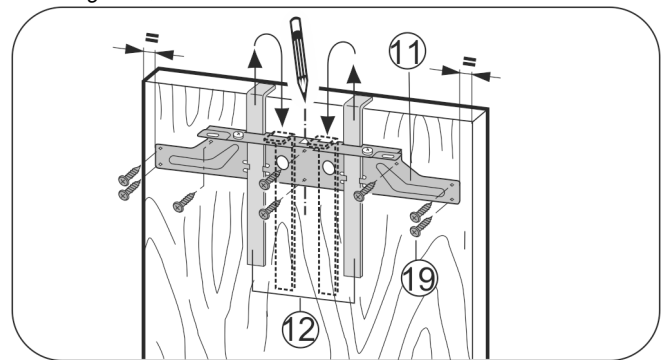

Fig. 29
- Befestigungstraverse Fig. 29 (11) mit den Montagehilfen Fig. 29 (12) auf die Innenseite der Möbeltür hängen.
- Befestigungstraverse Fig. 29 (11) mittig auf der Tür ausrichten.
- Die Befestigungstraverse Fig. 29 (11) mit mindestens 6 Schrauben Fig. 29 (19) festschrauben.
- Befestigungstraverse Fig. 29 (11) mit 4 Schrauben Fig. 29 (19) am Rand festschrauben.
- Montagehilfen Fig. 29 (12) nach oben herausziehen und in die danebenliegenden Aufnahmeöffnungen gedreht einschieben.